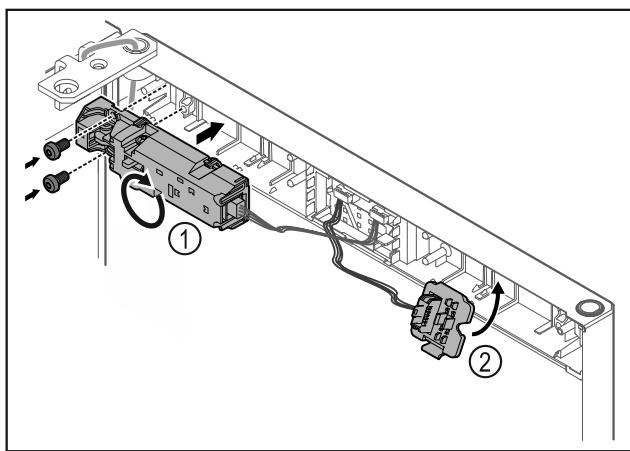

Fig. 18
- Okrenite daljinsku bravu Fig. 18 (1) za 180° i pričvrstite je na suprotnu stranu.
- Uglavite držač utikača Fig. 18 (2) na suprotnu stranu.